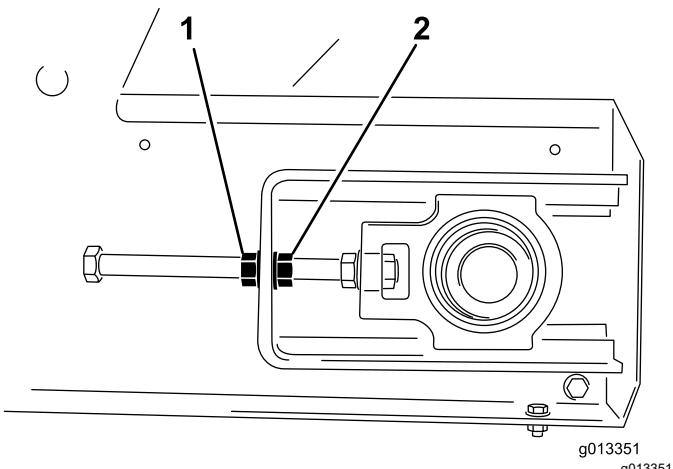

Figura 59
4. Com duas chaves, segure uma extremidade da barra tensora estacionária e, em seguida, desaperte a porca de bloqueio, a porca mais próxima da extremidade da barra (Figura 59).
- No lado em que a correia está desajustada, segure a extremidade da barra tensora estacionária e, em seguida, desaperte a porca de bloqueio e aperte a porca de ajuste em duas faces da porca (Figura 59).